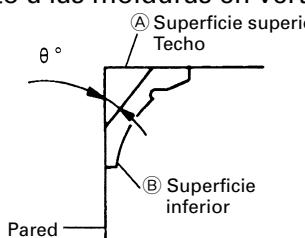
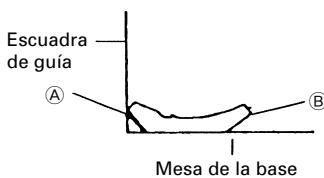
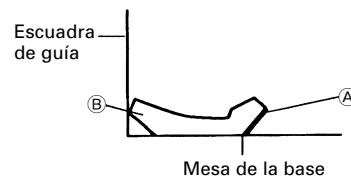

Fig. 33
Fig. 38
Fig. 39
En la Fig. 33 se muestran los tipos de moldura en vértice con ángulos de  $38^\circ$  y  $45^\circ$ .
- ③ Coloque la moldura en el vértice de forma que la superficie superior (Ⓐ de la Fig. 33) entre en contacto con la escuadra de guía como se indica en la Fig. 38.
- ③ Coloque la moldura en el vértice de forma que la superficie superior (Ⓑ de la Fig. 33) entre en contacto con la escuadra de guía como se indica en la Fig. 39.